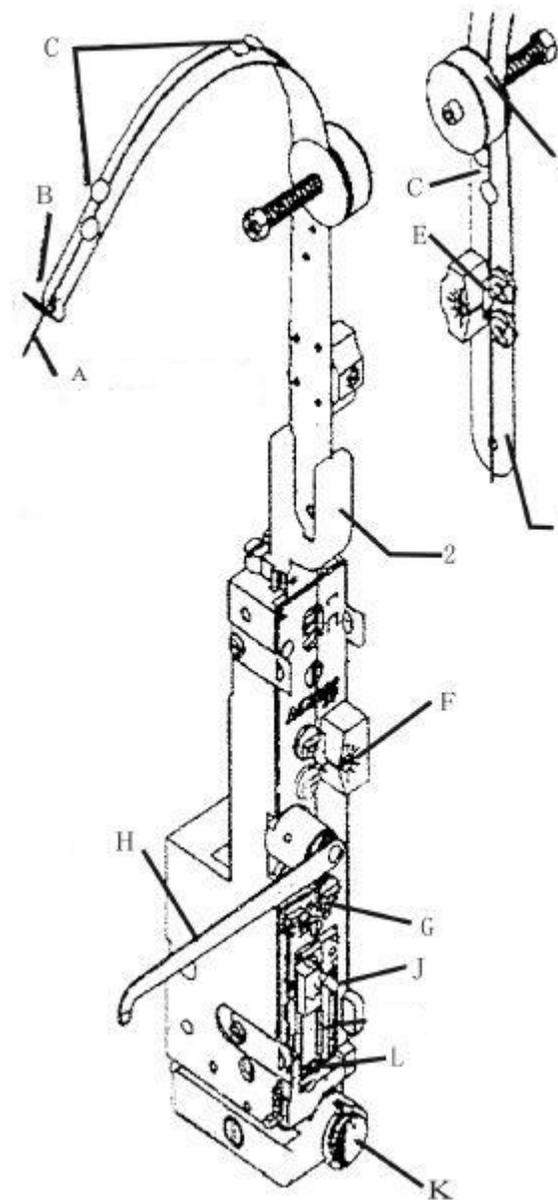

Рис. 1
Проволока с катушки (Рис. 1 - А) вставляется в щелевое отверстие (В) направляющей подачи проволоки (1), затем по ее поверхности проходит через:
- Узел выравнивания (D),
- Сквозное отверстие U-образного профиля (2),
- Между роликом давления (G) и подпружиненной пластиной (приопускается вниз вручную),
- В зажимном устройстве толкателя (J) (левая часть отклоняется за основание штока),
- И вставляется в сквозное отверстие (L)
1. Требуется отключить машину от электропитания и ослабить винт «А» (Рис. 1);